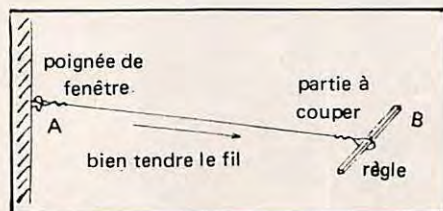

FIGURE 5
- () Prendre le rouleau de fil argenté de 4 m et bien le tendre en vous aidant d'une poignée de porte ou de fenêtre comme sur la fig. 5 ci-contre.